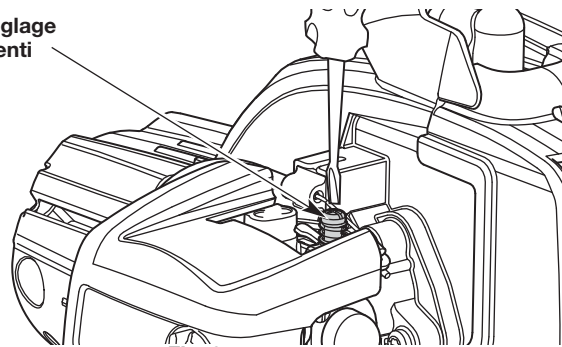

Fig. 25
- Si le moteur s'arrête, insérez un petit tournevis à pointe cruciforme pour tourner la vis du ralenti dans le sens horaire, de 1/8 de tour à la fois (comme nécessaire) jusqu'à ce que le moteur tourne au ralenti (Fig. 25).
- Si le moteur tourne trop rapidement au ralenti, tournez la vis de ralenti dans le sens antihoraire, d'un 1/8 de tour à la fois (si nécessaire) pour réduire la vitesse de ralenti (Fig. 25).